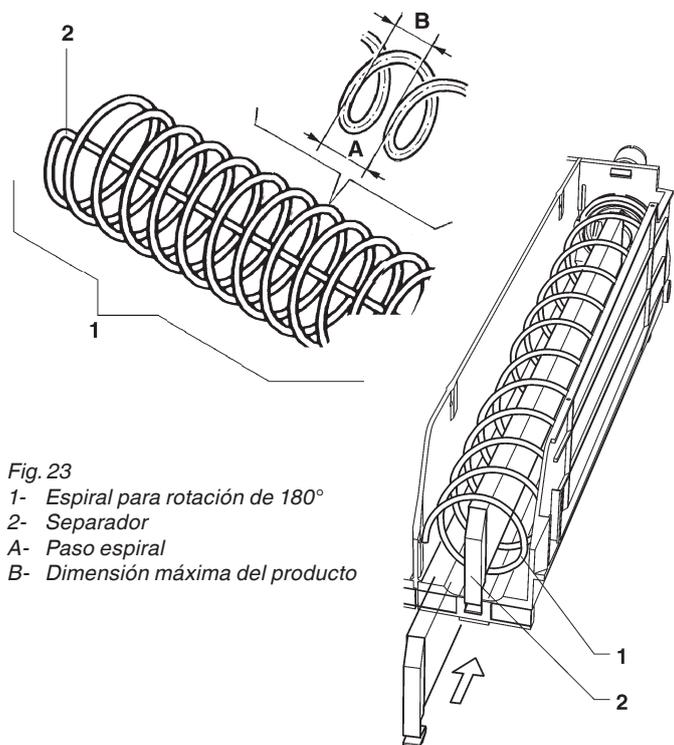

Fig. 23
- una espiral especial con un separador (véase la fig. 23)
Las espirales se pueden colocar con variaciones de 22,5 grados tirándolas hacia adelante y girándolas en sentido de la expulsión. Los productos se distribuyen sin problemas cuando el extremo de la espiral está colocado hacia abajo y en el centro. Con la ayuda de la tabla siguiente y de la fig. 23, conociendo el paso y el sentido de las espirales, se pueden obtener las dimensiones generales y el número de productos que se pueden distribuir.